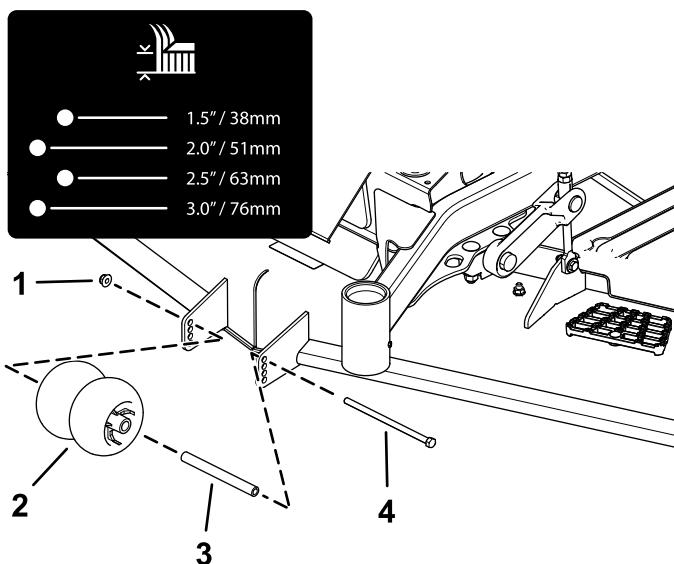
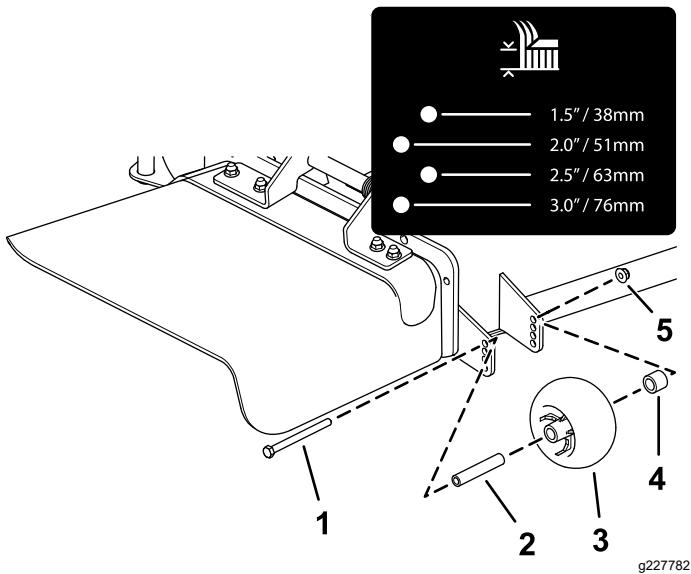
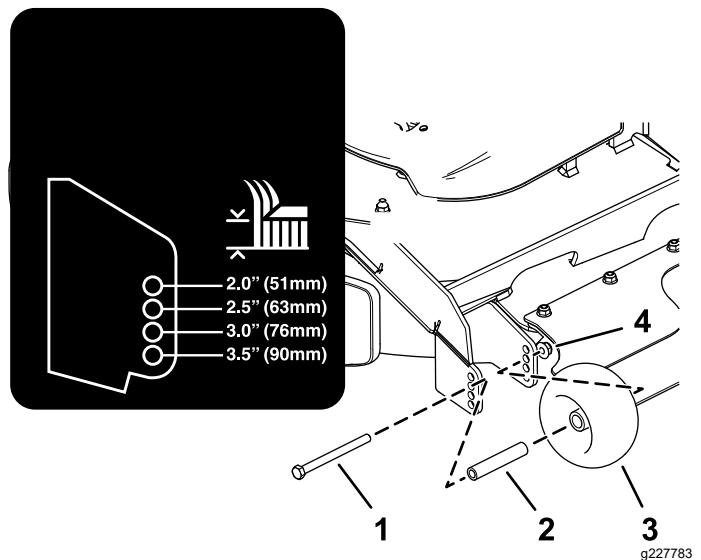
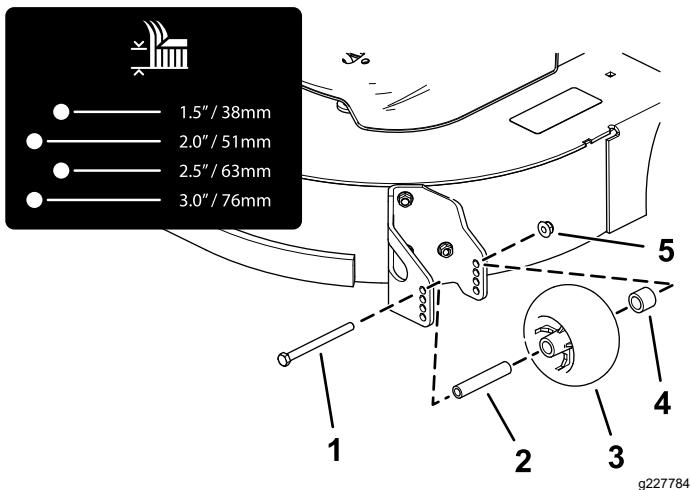

Figura 26
Figura 27
Figura 29
Figura 28
4. Ajuste os rolos antidanos como se mostra na Figura 26, Figura 27, Figura 28 e na Figura 29.